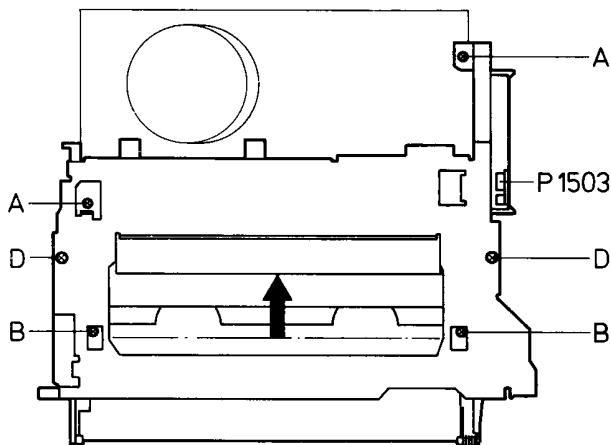
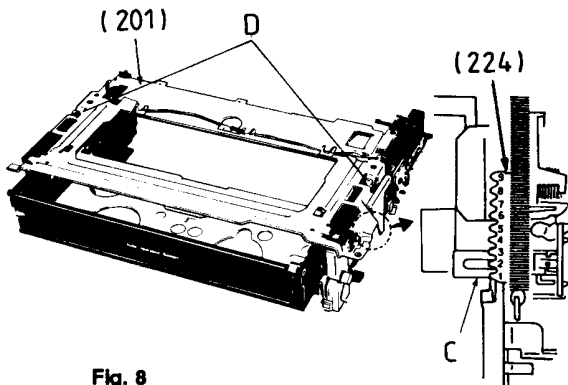
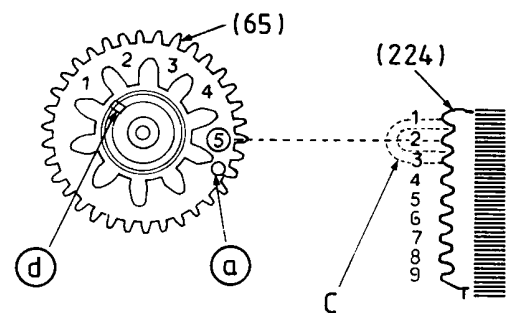

Fig. 4
Fig. 8
Fig. 9
3.1 Ausbau des Cassettenschachts (Fig. 4)
- Cassettenschacht durch Drehen des Capstanrotors (133) im Uhrzeigersinn soweit bewegen, bis die 2 Schrauben "B" entfernt werden können.
3.1 Disassembly of the Cassette Compartment (Fig.4)
- Turn the capstan rotor (133) to move the cassette compartment so that it is possible to remove the 2 screws "B".
- Cassettenschacht (202) soweit verschieben, bis der 2. Zahn der Zahnstange (224) über dem rechtwinkligen Loch "C" liegt (Fig. 8).
- 2 Schrauben "D" herausdrehen und Abdeckplatte (201) entfernen, sodaß die Zahnstange (224) und das Zwischenrad (65) beim Einbau zu sehen sind.
- Cassettenschacht so in das Laufwerk einsetzen, daß der 2. Zahn der Zahnstange (224) in der 5. Zahnücke des Zwischenrades (65) eingreift (Fig. 9).
- Abdeckplatte (201) montieren und die 6 Schrauben "D", "A", "B" eindrehen (Fig. 4, Fig. 8)
- Displace the cassette compartment (202) so that the 2nd tooth of the rack (224) lies above the rectangular hole "C" (Fig. 8).
- Undo 2 screws "D" and remove the top plate (201) so that the rack (224) and the connection gear (65) are visible when reassembling.
- Insert the cassette compartment into the drive mechanism so that the 2nd tooth of the rack (224) engages with the 5th tooth space of the connection gear (65) (Fig. 9).
- Fit the top plate (201) and tighten the 6 screws "D", "A", "B" (Fig. 4, Fig. 8).